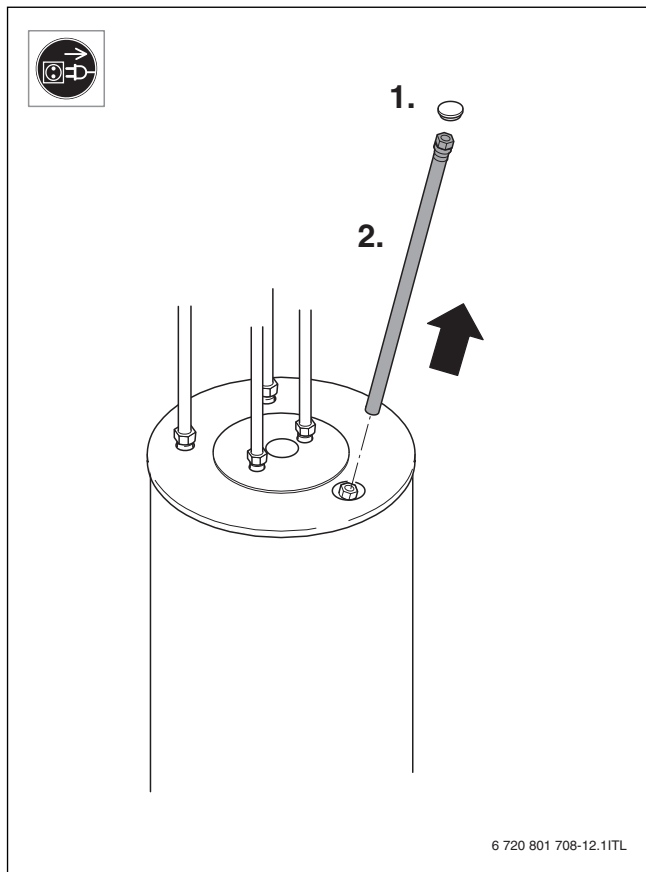
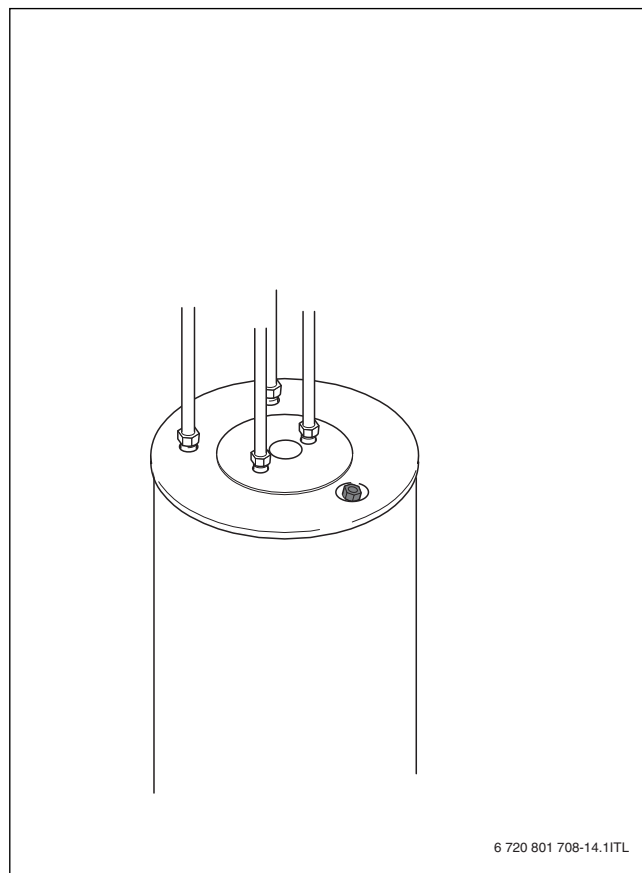

Fig. 18
Fig. 21
- D  monter et contr  ler l'anode au magn  sium (   fig. 18    fig. 21, page 70).